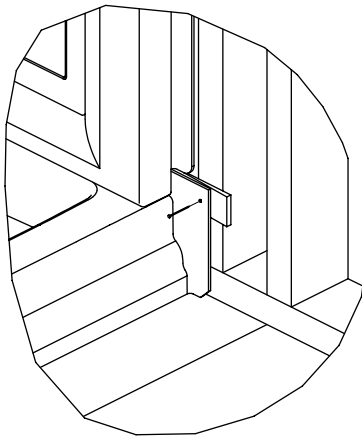

Figura 1
- Clave las esquinas de la base en su lugar mediante clavos grandes galvanizados del n° 6 (no suministrados) para fijar la unidad. (Figura 1)
- Sujete las paredes en su lugar con clavos galvanizados de cabeza grande del n° 6. Comience en el borde exterior y continúe clavando cada pared hacia la esquina. Asegúrese de que la parte inferior de las paredes no se despegue de la base. (Figura 1)